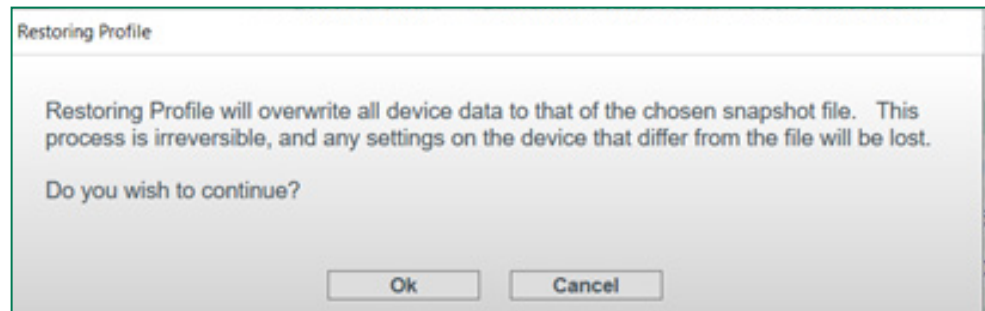

Figura 167. Caixa de diálogo Restauração de Perfil.
PASSO 3. Após a seleção do arquivo snapshot, a caixa de diálogo Restoring Profile (Restauração do Perfil) mostrada na Figura 167 é aberta, informando que a Restauração do Perfil irá sobrepor-se a todos os dados do dispositivo e que o processo é irreversível, bem como todos os ajustes do dispositivo que forem diferentes dos que estiverem no arquivo serão perdidos. Clique no botão **Ok**.